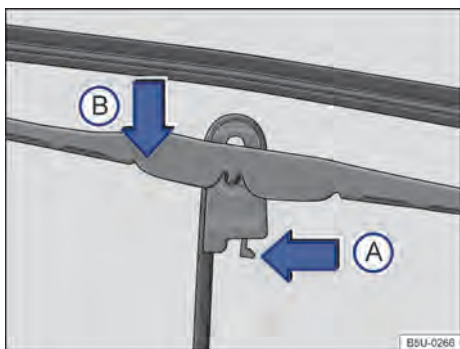

Fig. 174 Substituir as palhetas dos limpadores do para-brisa.
- Colocar a palheta em uma posição perpendicular em relação ao braço → Fig. 174.